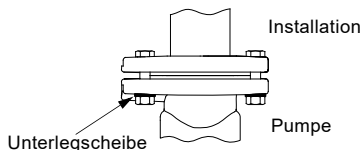

Abb. 9 Position der Unterlegscheiben bei ovalen Vorbohrungen
Verwenden Sie beim Installieren der Pumpentypen UPS(D) 32-xx, 40-xx, 50-xx und 65-xx, deren Flansche mit ovalen Vorbohrungen versehen sind, Unterlegscheiben wie in Abb. 9 dargestellt.